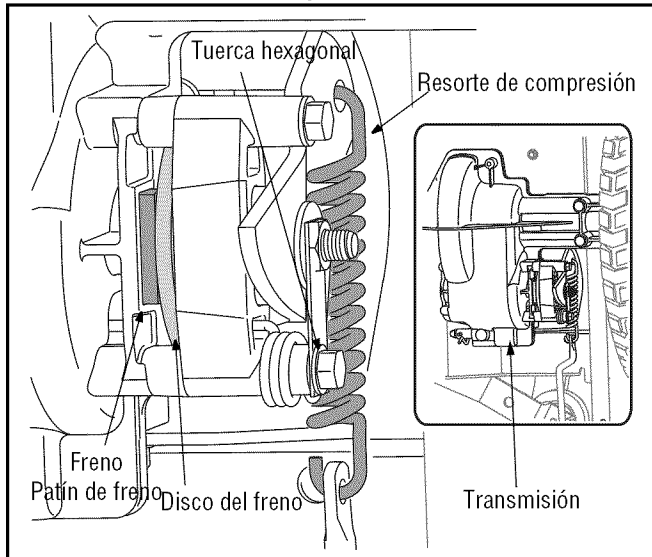

Figura 14
- Mirando la transmisión desde el lado derecho del tractor, localice el resorte de compresión y el disco del freno. Consulte Figura 14.
- Afloje, pero NO extraiga, la tuerca hexagonal ubicada en el lado derecho del montaje de frenos. Vea la Figura 14.